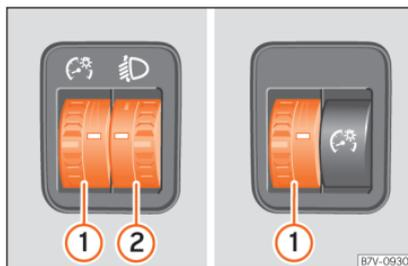

Abb. 145 Neben dem Lenkrad: Regler für Instrumenten- /Schalterbeleuchtung ① und Leuchtweitenregulierung ②.
① Instrumenten- und Schalterbeleuchtung
Bei eingeschaltetem Licht lässt sich die Helligkeit der Instrumenten- und Schalterbeleuchtung durch Drehen des Reglers »» **Abb. 145** ① stufenlos regulieren.
② Leuchtweitenregulierung
Die Leuchtweitenregulierung »» **Abb. 145** ② passt je nach Einstellwert die Lichtkegel der Scheinwerfer stufenlos dem Beladungszustand des Fahrzeugs an. Dadurch hat der Fahrer bestmögliche Sichtverhältnisse und der Gegenverkehr wird nicht geblendet »» .
Zum Einstellen Regler »» **Abb. 145** ② drehen: